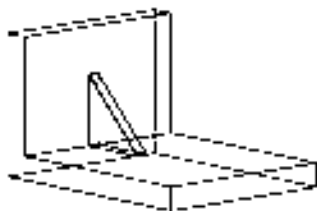
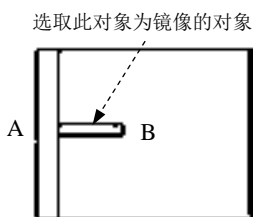

图 17.11.8 拉伸三维实体
图 17.11.9 特征镜像
(3) 将用直线命令绘制的封闭的二维三角形转换为面域。选择下拉菜单 **绘图(D)** → **面域(O)** 命令，框选上步所创建的整个封闭的三角形，按 Enter 键结束选择。
(4) 将二维面域拉伸成图 17.11.8 所示的三维实体。选择下拉菜单 **绘图(D)** → **建模(M)** → **拉伸(S)** 命令进行拉伸，拉伸高度值为 5。
(5) 将上一步创建的拉伸实体进行镜像。
① 为了方便镜像操作，先要切换视点。选择下拉菜单 **视图(V)** → **三维视图(U)** → **前视(F)** 命令，此时观察的方位如图 17.11.9 所示。
② 进行镜像。选择下拉菜单 **修改(M)** → **镜像(I)** 命令；选取上一步所创建的拉伸实体为要镜像的对象（图 17.11.9），按 Enter 键结束选择；捕捉选取图 17.11.9 中左侧边的终点 A 和端点 B，在命令行中输入字母 N 后按 Enter 键。
③ 用三维动态观察器将模型调整到图 17.11.8 所示的方位。